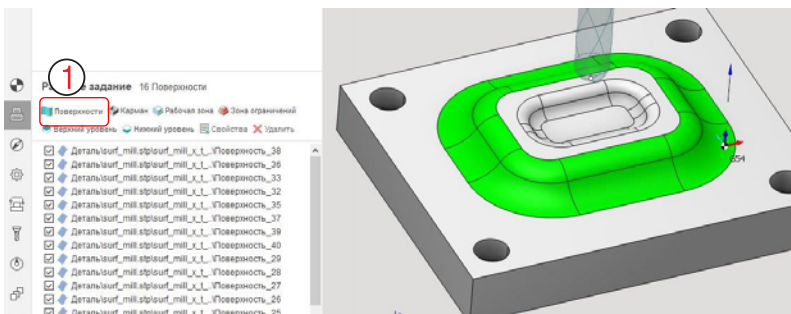

Рис. 3-15. Рабочее задание для обработки неплоских граней.
Выберите грани, как показано на рис. 3-15, и в рабочем задании нажмите на иконку поверхности (1). Рассчитайте траекторию.